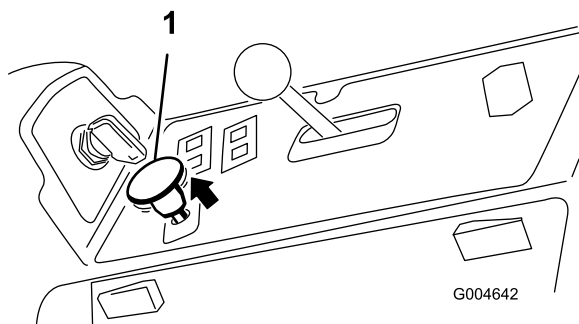

図 20
3. PTO スイッチを引くと PTO が作動を開始する(図 20)。